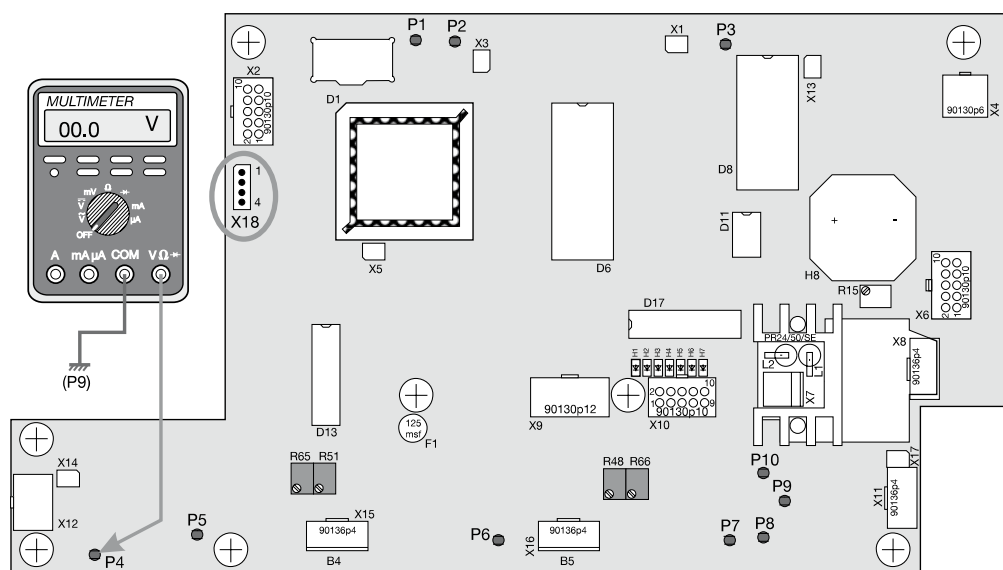

Abbildung 1
- Schließen Sie die Plusleitung des Multimeters an X18/PIN3 (RINS_PRESS) an, siehe Abbildung 1.
- Schließen Sie die Plusleitung des Multimeters an Testpunkt P6 (SUCT_PRESSA) an, siehe Abbildung 1.
- Schließen Sie die Plusleitung des Multimeters an Testpunkt P7 (SUCT_PRESSB) an, siehe Abbildung 1.